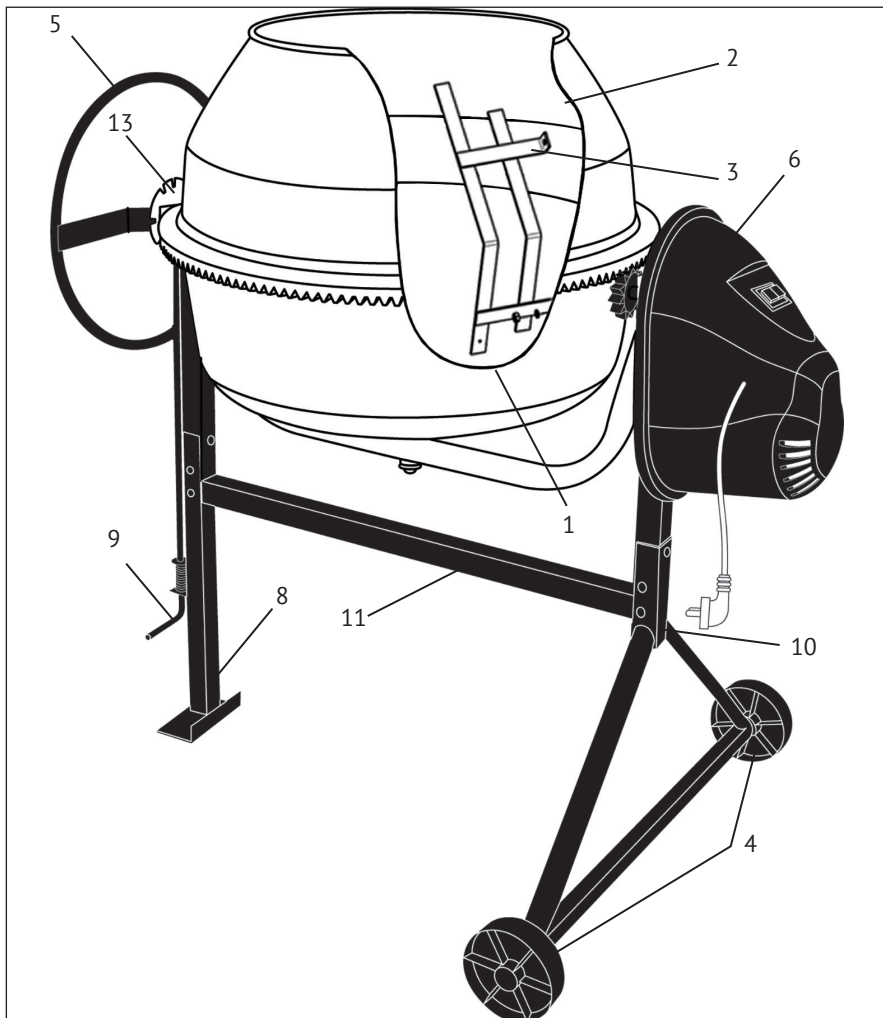

рис. 1
**7** - пакет (метизы), **12** - хомут - на рис.1 не представлены.